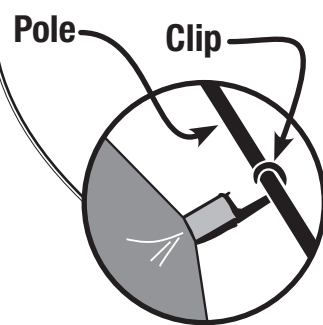

Fig. 5
- Attach clips along the edges of tent to body poles. (Fig. 5)
- Fixez les crochets des bords de la toile aux mâts de la tente principale. (Fig. 5)